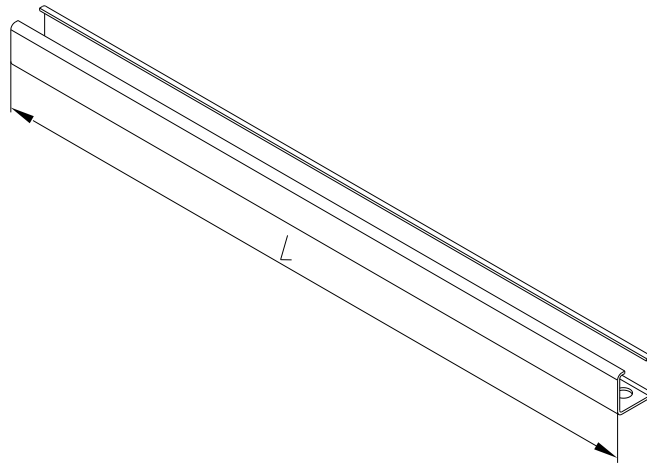

Рис. 1 Внешний вид раскоса/связи
3.2 Проверить комплектность изделия в соответствии со спецификацией заказа, таблицей 1 и таблицей 2 данной инструкции. Проконтролировать длины раскосов и связей. (см. Таблица 1 и Рис. 1.)